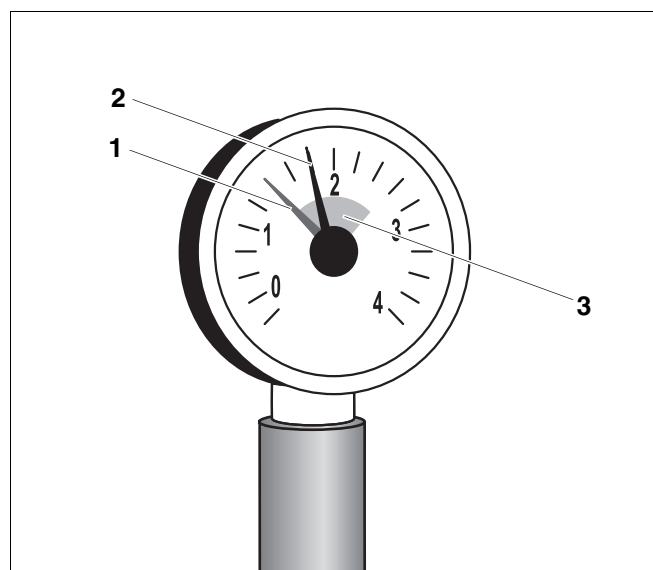

Fig. 24 Manometru pentru instalații de încălzire închise
- Indicatorul roșu (Fig. 24, **Poz. 1**) al manometrului trebuie setat la o presiune minimă de 1 bar.